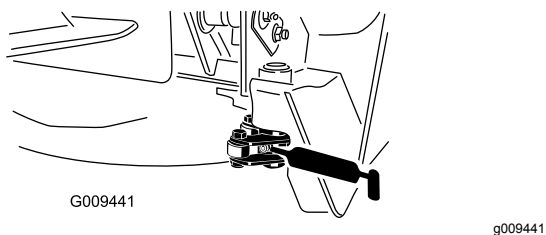

Figure 79
- 2 pivots de verrouillage (Figure 79)